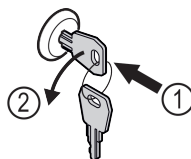

Fig. 162
- Uvucite ključ. Fig. 162 (1)
- Okrenite ključ za 90° nalijevo. Fig. 162 (2)